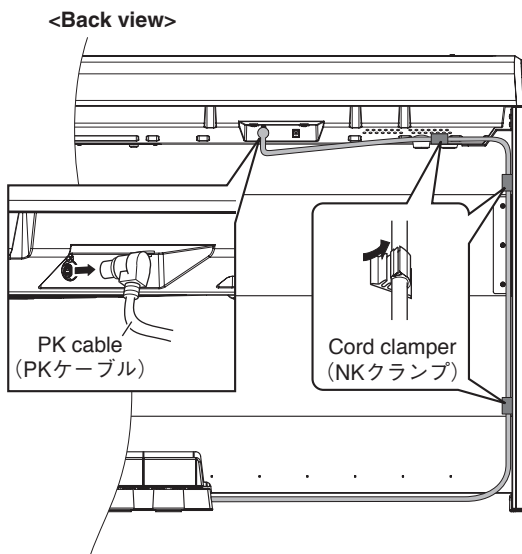

Fig. 6 (図6)
- 11-1 Disconnect the PK cable from the [PEDAL UNIT] jack. (Fig. 6)
- 11-1 PKケーブルを [PEDAL UNIT] 端子から外します。(図6)